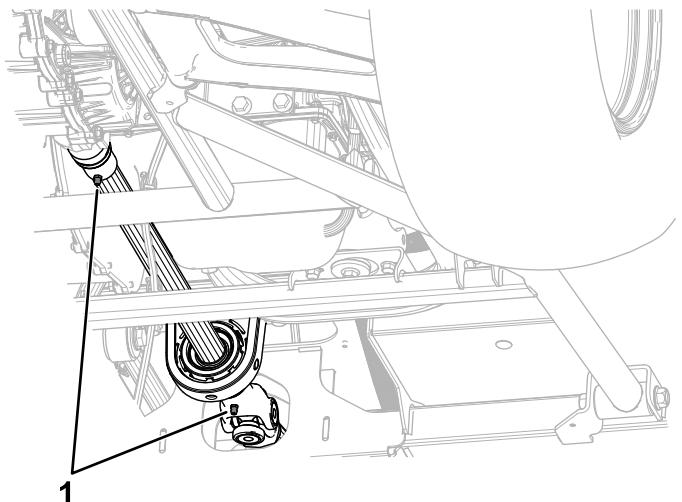

Figure 83
- **Arbre de transmission (2) ; voir Figure 83**